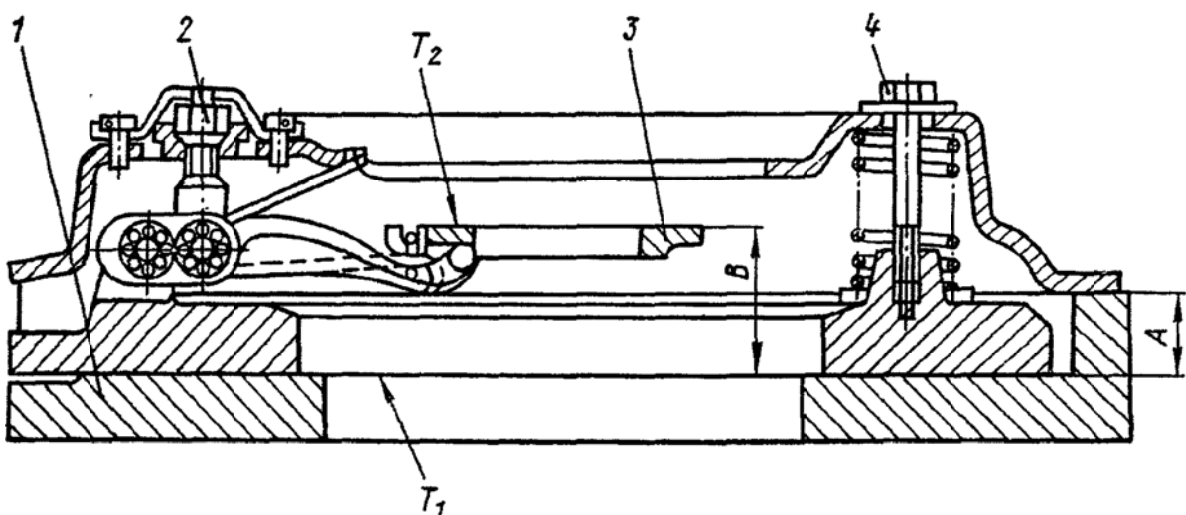

Рис. 4.14. Диск нажимной в сборе с кожухом на контрольной подставке:
18. Отцентрируйте диски сцепления (рис. 4.14)	Шлицевая оправка или ведущий вал коробки передач